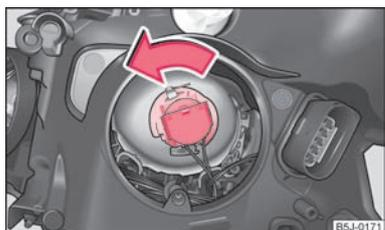

Abb. 154 Ausbau der Glühlampe für Abblendlicht
- Den Stecker mit der Glühlampe bis zum Anschlag nach links drehen ⇒ Abb. 154 und herausnehmen.